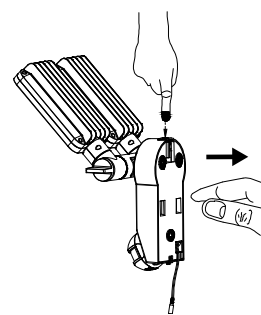

Figura 2
- Pulse el botón de desbloqueo del parte superior (Figura 2) y abra la caja tirando en el soporte de pared